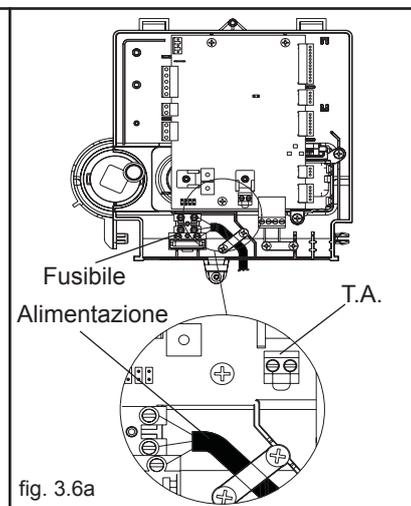

fig. 3.6a
- inserire il cavo dell'eventuale T.A. (fig. 3.6a)